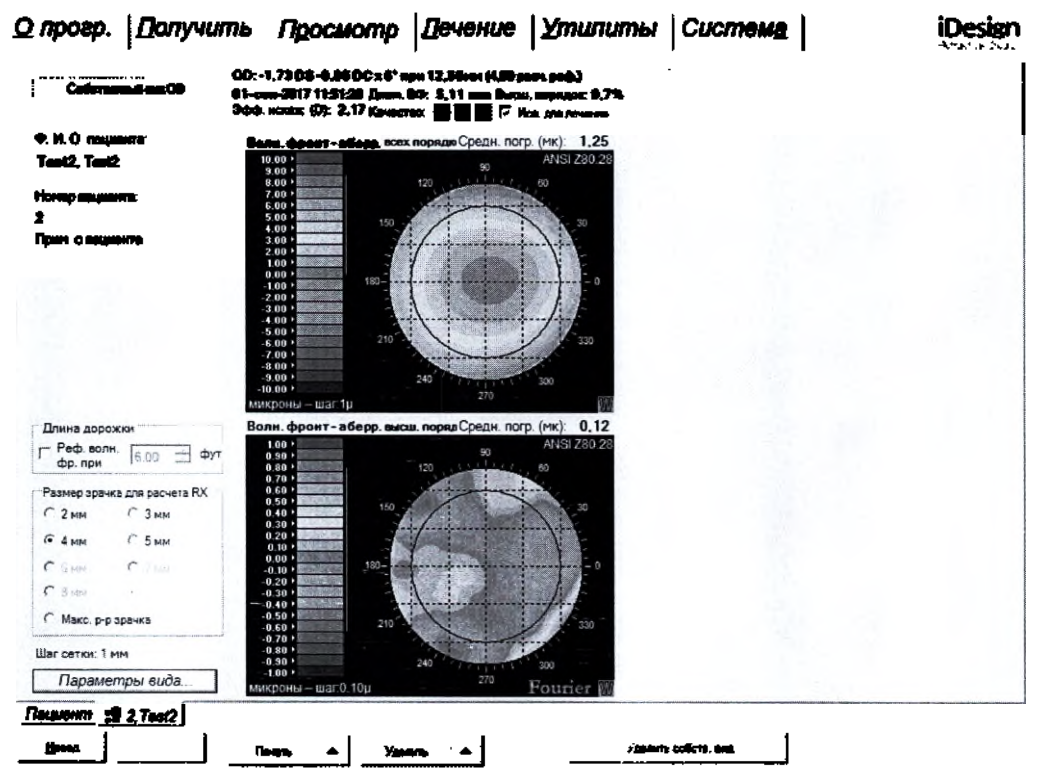

Рис. 10-5 — Карта ошибок волнового фронта, отображающая одно обследование OD
4. Также одно обследование можно выбрать для процедуры лечения, если во вкладке «Просмотр» по умолчанию задано, что для процедуры используется одно обследование (см. Рис. 10-5)). Установите флажок **Использ. для лечения**, расположенный в верхнем правом углу выбранной вложенной вкладки Карты ошибок волн. фронта/Карты реф. коррекции волн. фр. или Собственный вид. Выбранное обследование будет выделено на вложенной вкладке «Пациент» вкладок Просмотр и Лечение, и рядом с ним появится желтый значок «Т».